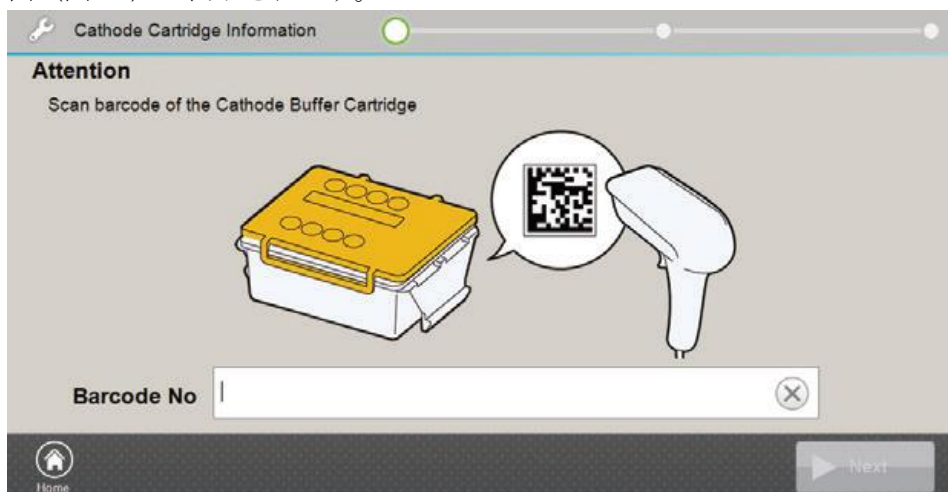

図 22 カソードバッファークートリッジのバーコード読み込み画面
- フッターの **Install** ボタンを押すと、交換手順のウィザードが開きます。このボタンを押すとカソードバッファークートリッジのバーコードを読み込む画面（図 22）が表示されます。